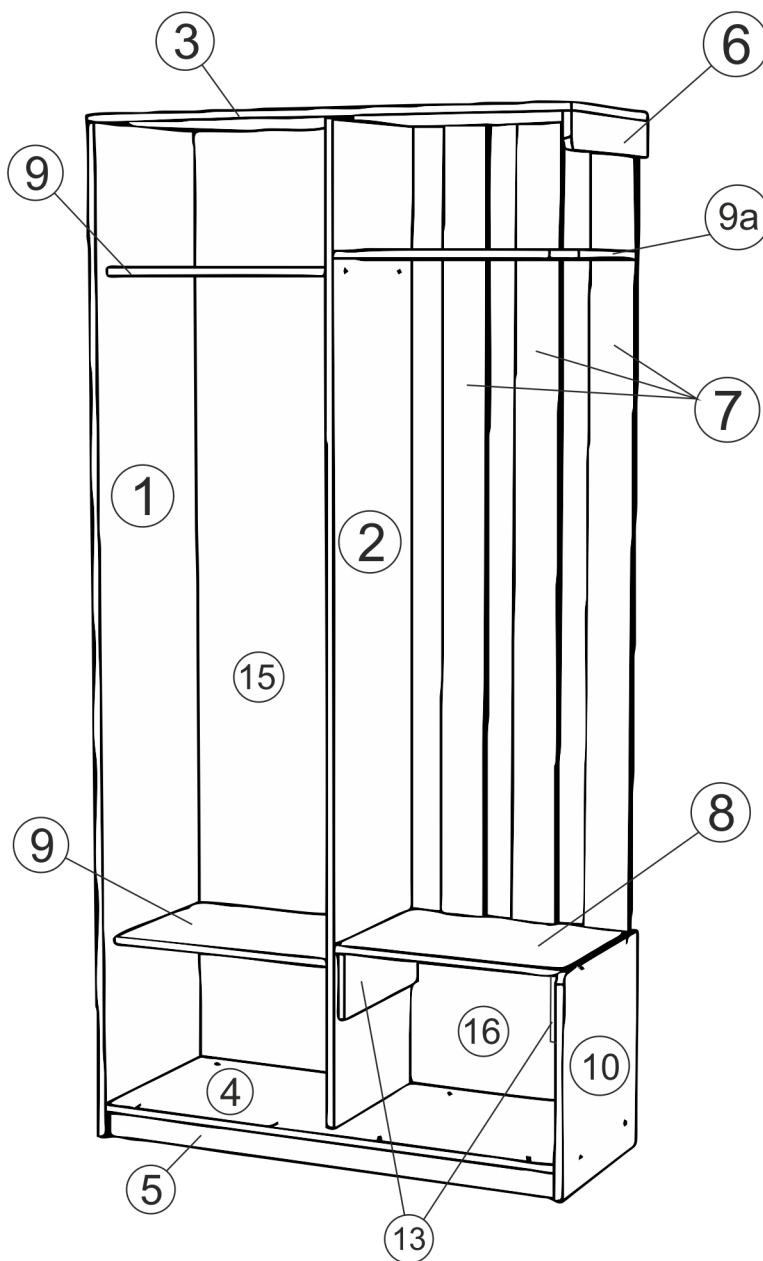

Рис.1
- 2) К щиту (9) саморезами (б) крепим выдвижную штангу (д).
- 3) К дну (4) евровинтами (а) присоединяем цоколя (5) - рис.1.
- 4) К боковой стойке (1) евровинтами (а) присоединяем щиты (9).
- 5) Присоединяем евровинтами (а) боковую стойку (1) к дну (4).
- 6) Стойку среднюю (2) присоединяем евровинтами (а) к дну(4), щитам (9).